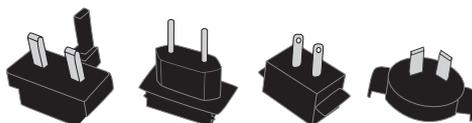

図 8-1: システム充電セットの交換用ブレード
1. 電源コンセントに適した交換用ブレードを選択します。米国、EU、オーストラリア、英国での使用にはブレードが4個提供されます。図 8-1 を参照してください。